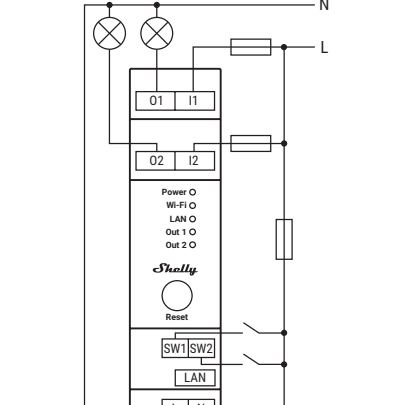

Fig. 1: Esquema eléctrico básico
- Conecte el terminal N al cable neutro y el terminal L al interruptor de alimentación del Dispositivo, como se indica en la Fig. 1.